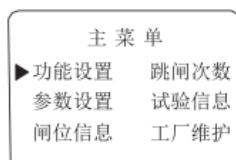

图 10
- 2) 【菜单】：可用于进入菜单，在设置及密码输入状态时做光标确定使用。如图10所示。进入菜单后，在闸位信息记录中，按【移位】、【递增】键，可查询最近几次的跳闸信息。如图10-11显示，A相电流过载跳闸，跳闸时最大电流值425A，跳闸时间2020年08月12日18时16分20秒。进入菜单，选中跳闸次数，进入跳闸次数查询状态。显示跳闸次数参数。如图12，所示为总跳闸13次，过压跳闸5次，过载跳闸7次，手动跳闸1次。